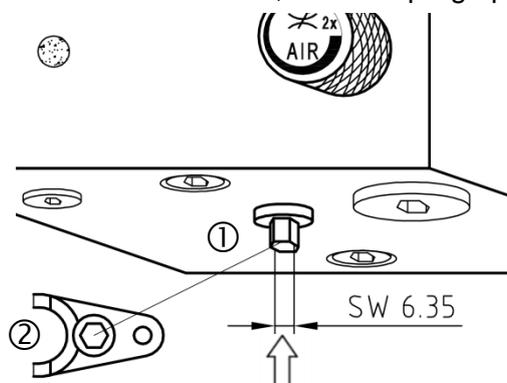

Fig. 18: Vis de purge ① sur la face inférieure du bloc de dosage - outil ② avec six pans creux
8.2.2 Ouvrir la vis de purge (fig. 18 ①) sur la face inférieure du bloc de dosage manuellement ou à l'aide de l'outil de service (fig. 18 ② SW 6.35) d'environ 2 tours et évacuer le lubrifiant jusqu'à ce qu'il s'échappe sans bulles (durée : environ 5 secondes), puis refermer complètement. Un vissage à la main suffit (échappement à joint torique). Pour rincer le système hydraulique ou vider le réservoir, la vis de purge peut être complètement dévissée.